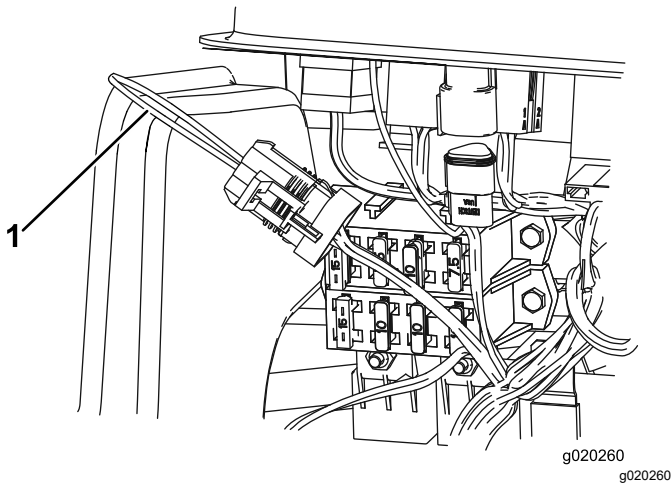

Bild 38
3. Ermitteln Sie den Kabelbaum und den Rückführungsstecker (Bild 38).